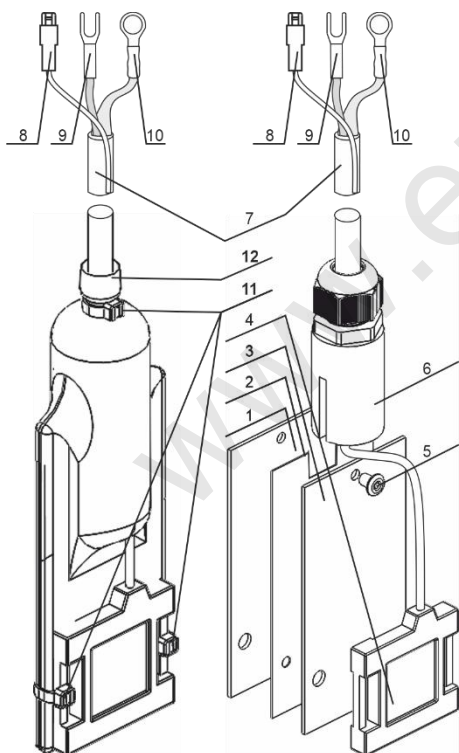

Рисунок 1
4.1 Электрод (рис.1) состоит из медного полуэлемента (1), титанового полуэлемента (3) и диэлектрической вставкой между ними (2). Оба полуэлемента соединяются между собой и кабелем в контактном узле (5), который в свою очередь находится внутри корпуса (6).